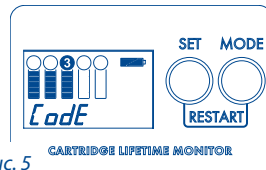

Рис. 5
b. Нажмите и удерживайте кнопку MODE до звукового сигнала, после этого появится надпись Code (Рис. 5).